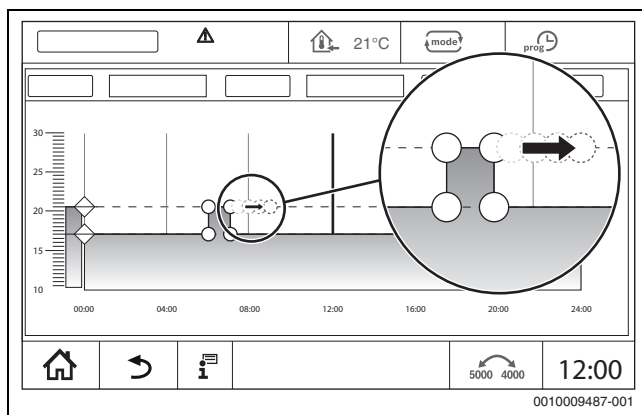

Bild 27 Schaltpunkte verschieben
- ▶ Schaltpunkt (→ Bild 27) antippen, eine Sekunde halten und auf die gewünschte Uhrzeit ziehen.